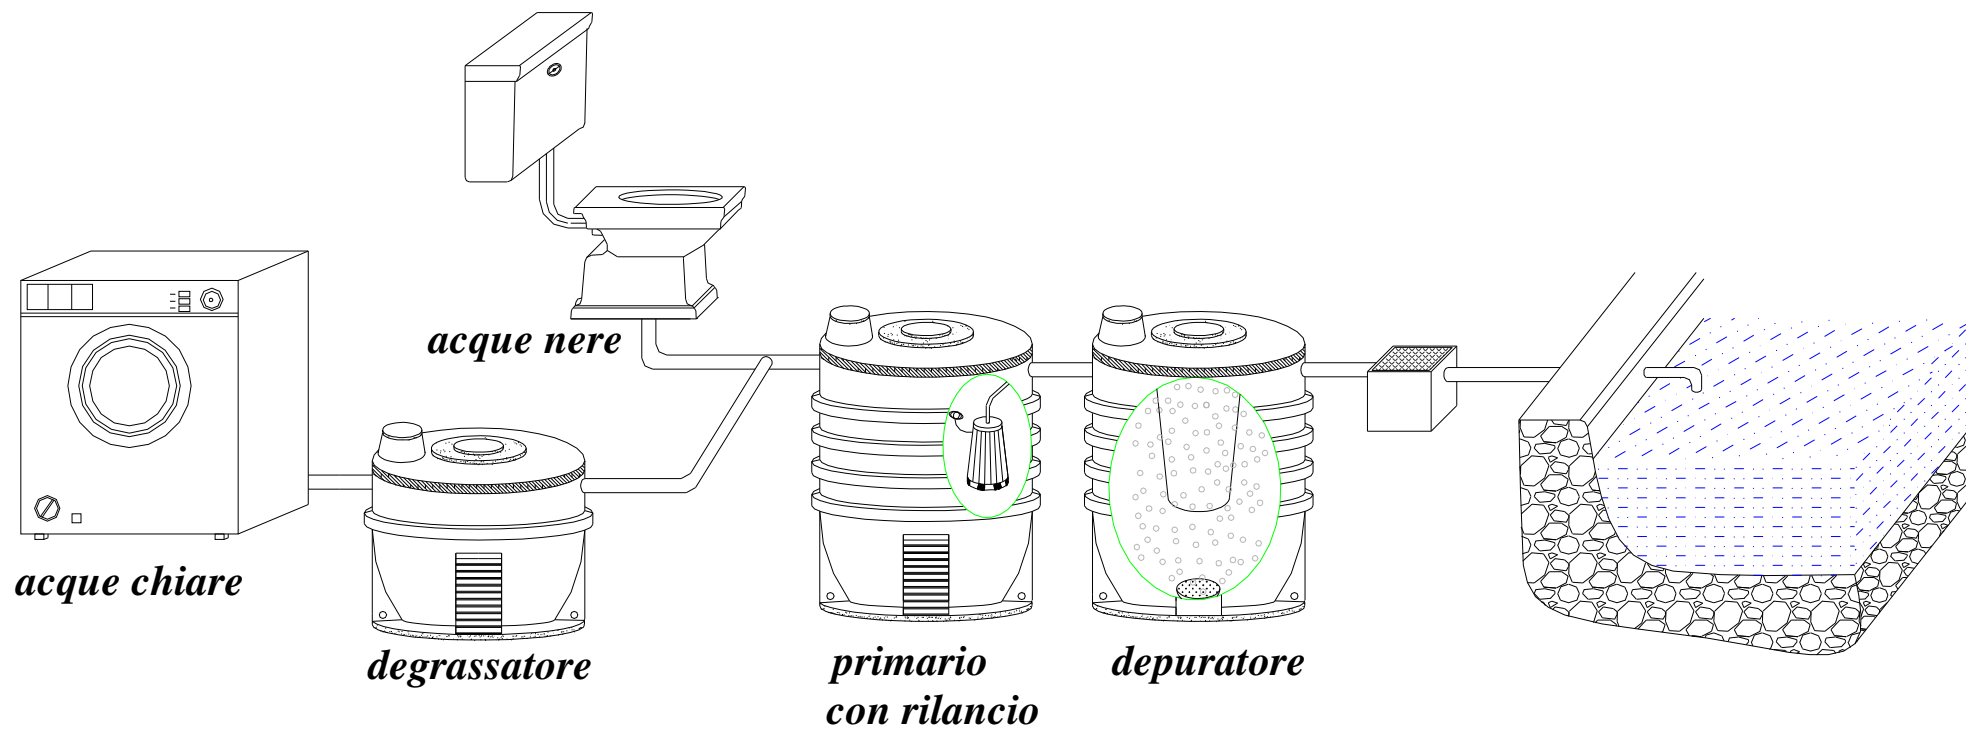

fig.1 – Esempio tipico d'installazione
- Installare la/e fossa/e come indicato dallo schema d'installazione allegato (Fig.1) seguendo le modalità di interro scaricabili anche alla pagina <https://www.zeta-plast.com/download/modalita-di-interro>